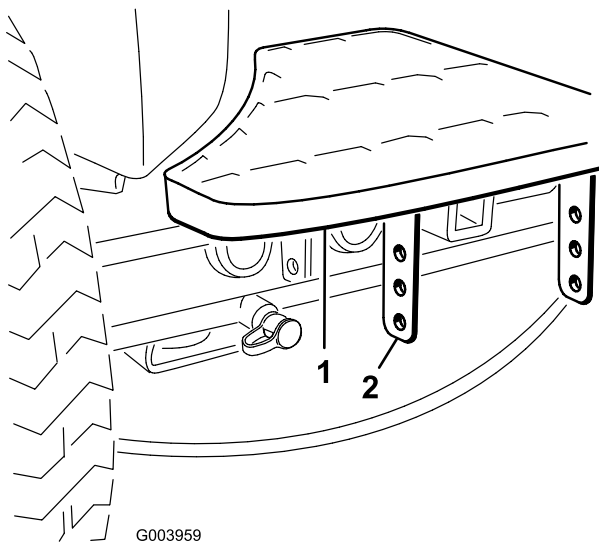

図 2
1. ステップのブラケットをトラクションユニットのフレームに固定しているボルト2本を外す(図 2)。